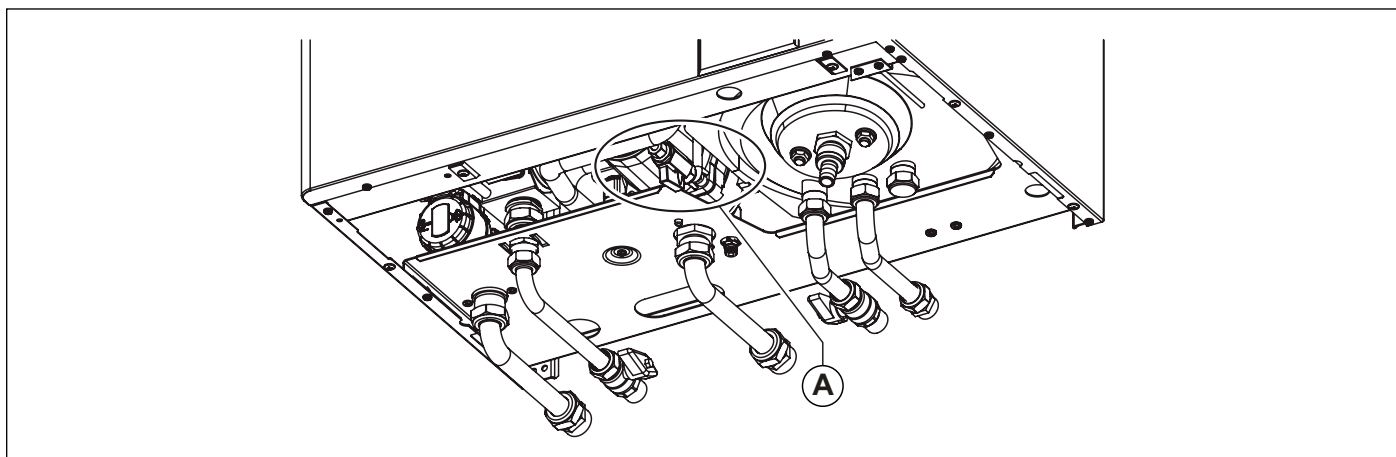

Fig. 2 Robinet de umplere
În cazul în care eroarea **E04** de blocare cauzată de presiune insuficientă în instalație luminează intermitent (semnalând o acțiune a presostatului de apă de siguranță) umpleți instalația acționând asupra robinetului de umplere în Fig. 2 Robinet de umplere. Eroarea **E04** este afișată atunci când presiunea în instalație scade sub valoarea de 0,4 bari și eroarea se resetează automat atunci când presiunea instalației atinge pragul de 1,0 bar. Presiunea în centrala la rece trebuie să atingă  $1 \pm 1,3$  bar.
- rotiți robinetului de umplere Fig. 2 Robinet de umplere în sens antiorar pentru a permite intrarea apei în centrală;